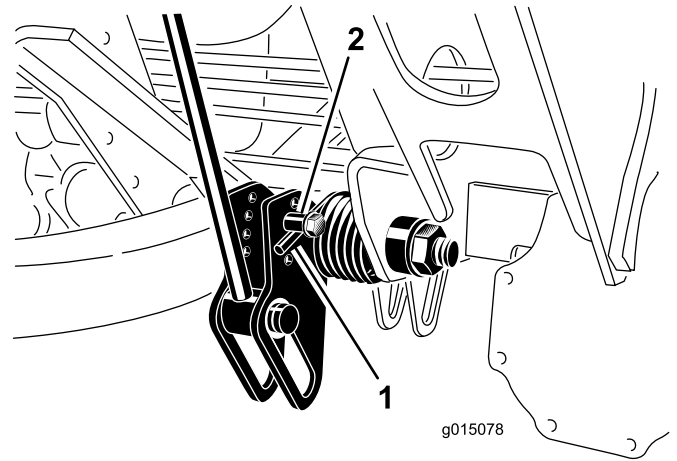

Figura 39
2. Coloque un tubo u otro objeto similar sobre el extremo largo del muelle para aliviar la tensión durante el ajuste (Figura 39).
3. Para aliviar la tensión del muelle, retire el perno y la contratuerca que sujetan el actuador del muelle al soporte (Figura 39).